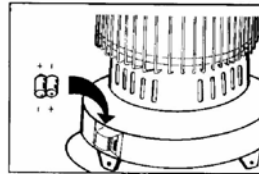

Fig. 10
H) INSTALLING BATTERIES. (Fig. 10)